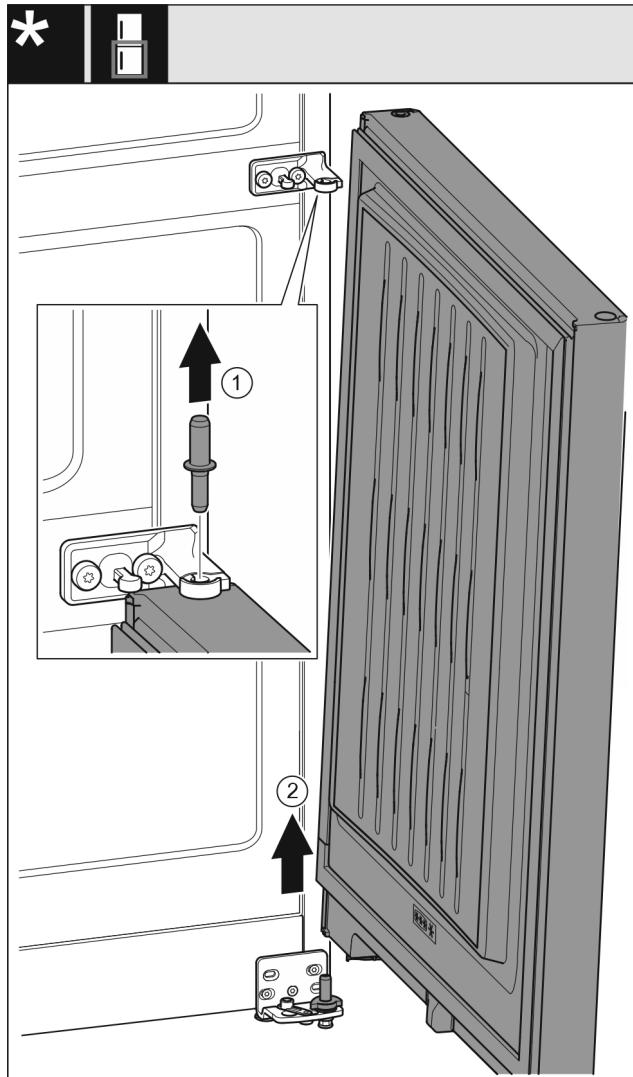

Fig. 11 Ohne Schließdämpfer
- Bolzen Fig. 11 (1) nach oben herausziehen.
- Tür Fig. 11 (2) herausschwenken, nach oben ziehen und beiseitestellen.